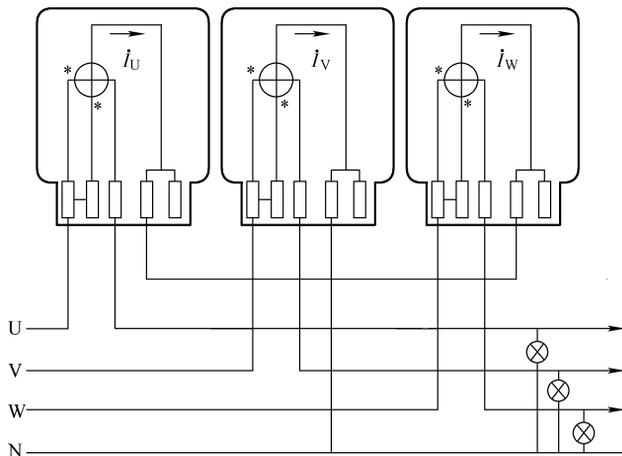

图 2-7
1. 识读用三只单相电能表测量三相四线有功电能电路 (见图 2-7)。